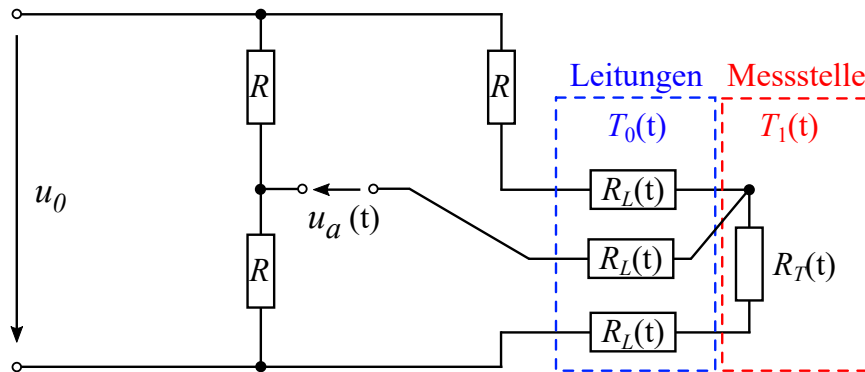

Abbildung 21: Messbrücke zur Temperaturmessung.
- b) Lösung ist die Dreileiterschaltung in Abb. 21. Es gibt [0.5 Pkt] für ideales Voltmeter und [0.5 Pkt] für korrekte Schaltung des Widerstands mit Beschriftung.